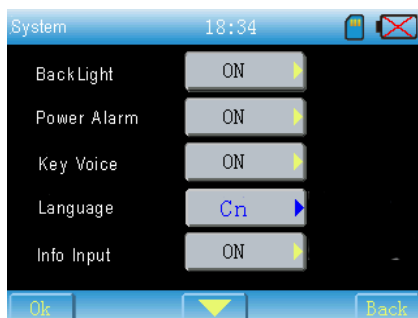
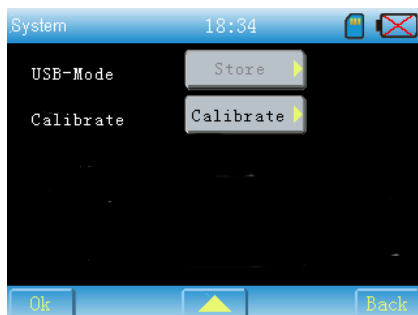

Fig. 7-9
Fig. 7-10
L'interfaccia si presenta come mostrato in Fig.7-9, Fig.7-10
- (1) questa voce non è abilitata quando l'USB non è collegata. Fig.7-10.
- (2) questa voce è abilitata quando l'USB è collegata. In questo caso sarà possibile selezionare